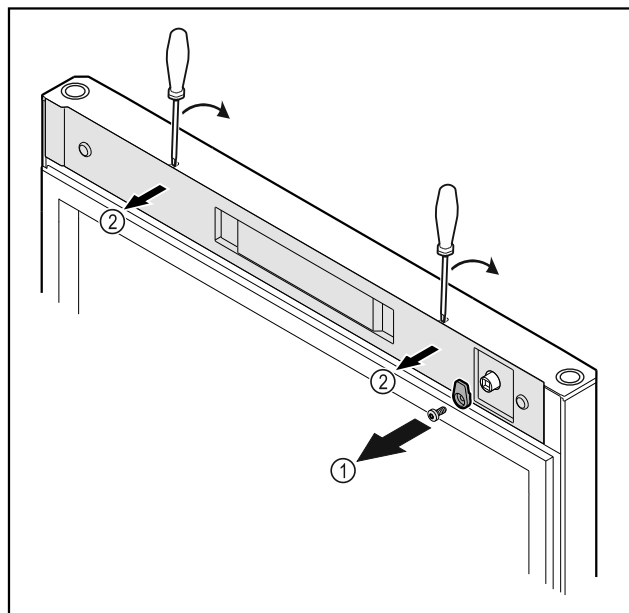

Fig. 16
- ▶ Odšroubujte petlici Fig. 16 (1).
- ▶ Uvolněte kryt Fig. 16 (2) malým šroubovákem a sejměte jej.